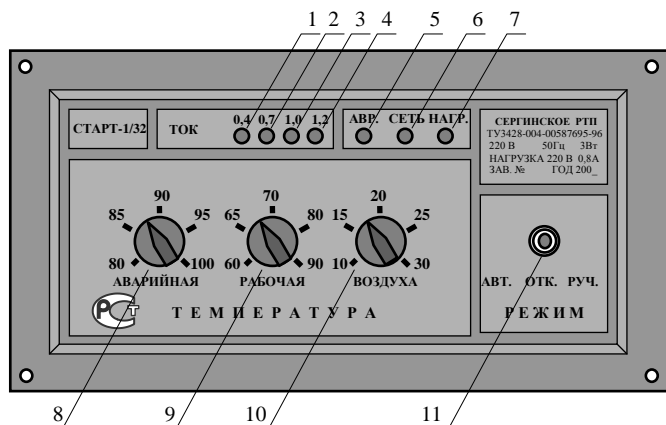

Рис. 8. Блок управления электроводонагревателем ЭПЗ-25и6.
3) включить автоматический выключатель пульта управления, при этом должен включиться индикатор «СЕТЬ» (6) (рис.8). Затем переключатель «РЕЖИМ» (11) установить в положение «РУЧ.» (ручное управление), включится индикатор «НАГР.» (7). Убедиться в нормальной работе электроводонагревателя. Контролируя ток нагрузки по индикатору тока (1÷4) (рис.8), ручкой регулировки мощности установить необходимую мощность. Устанавливая мощность нужно иметь в виду, что в процессе нагрева воды
1) установить регуляторы температуры «ВОЗДУХА» (10) и «РАБОЧАЯ» (9) (рис.8) на необходимые температурные отметки, регулятор температуры «АВАРИЙНАЯ» (8) - на 5°C больше «РАБОЧАЯ»;
2) переключатель «Режим» (10) установить в положение «АВТ», при этом электроводонагреватель будет работать в автоматическом режиме поддержания температур в заданных режимах и защиты от аварийных режимов.
7.4. При срабатывании защиты (см. табл.1 п.13÷15) включается индикатор «АВР» (5). Для продолжения работы необходимо переключатель (11) установить в среднее положение, определить причину срабатывания защиты, затем вновь включить автоматический режим.